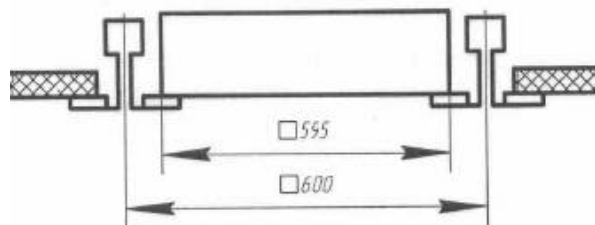

Рисунок 2 - Схема установки светильника
6.4 Установить корпус в сборе в подвесной потолок (рисунок 2). **Если вес светильника превышает допустимую норму нагрузки на потолок, его нужно закрепить на отдельные кронштейны!**